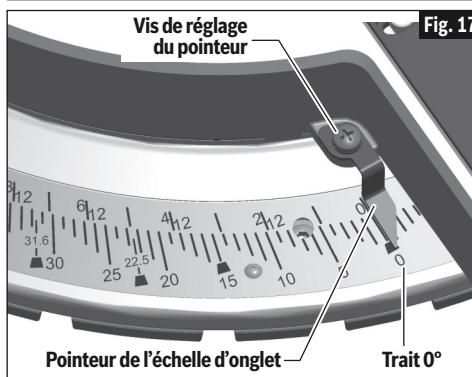

Fig. 17
- Élevez l'ensemble de tête pour le mettre dans la position la plus haute (UP).
- Desserrez la vis de réglage du pointeur qui tient le pointeur de l'échelle d'onglet en place (voir Fig. 17).